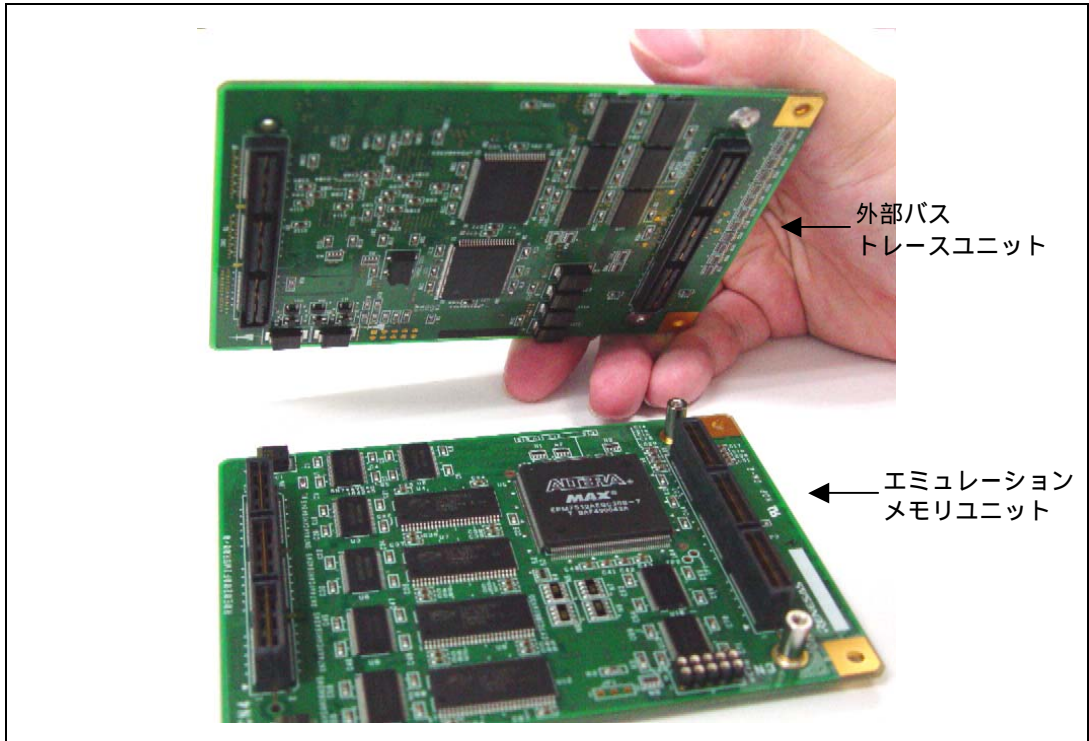

図 2.13 外部バストレースユニットとエミュレーションメモリユニットの接続方法
- 外部バストレースユニットとエミュレーションメモリユニットを組み合わせるご使用になる場合は、図 2.13 のように外部バストレースユニットとエミュレーションメモリユニットを接続してください。